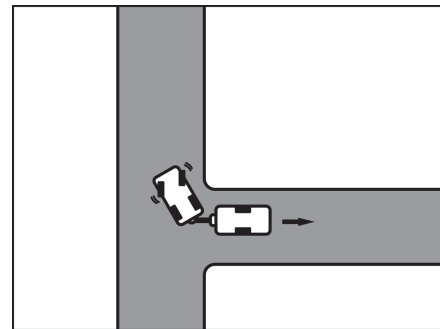

Fig. 11 Girar el volante hacia la derecha
- Girar el volante hacia la derecha y desplazarse hacia atrás con precaución (Fig. 11).